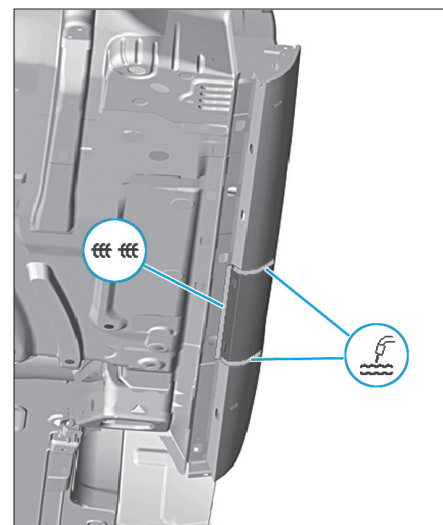

FIG. 63
- Rétablir le reste de l'accostage à la pointeuse électrique par cordon point sur point (Fig.63).